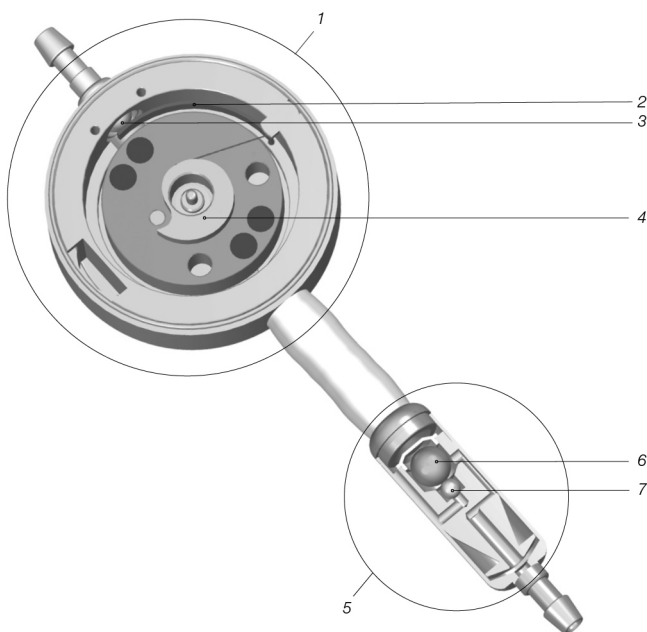

Fig. 1: Secção transversal da proGAV 2.0
A proGAV 2.0 é um sistema de válvula fabricado em titânio. É composto por uma unidade de pressão diferencial regulável (1) e uma unidade gravitacional (5) (Abb. 1).